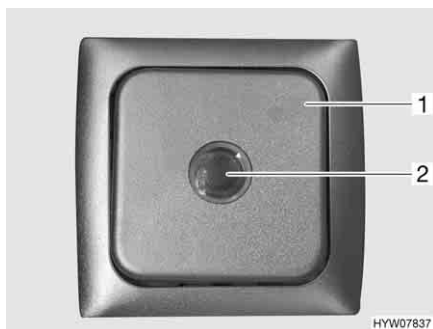

Fig. 171 Interruttore per riscaldamento elettrico del pavimento
- Premere l'interruttore a bilico (Fig. 171,1). La spia di controllo nell'interruttore (Fig. 171,2) si accende.
- Premere l'interruttore a bilico (Fig. 171,1). La spia di controllo (Fig. 171,2) nell'interruttore si spegne.